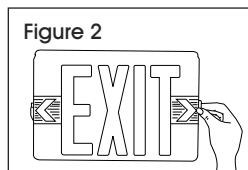

Figure 2
- Déterminez si vous souhaitez conserver, ou non, les flèches directionnelles. (Voir Figure 2)